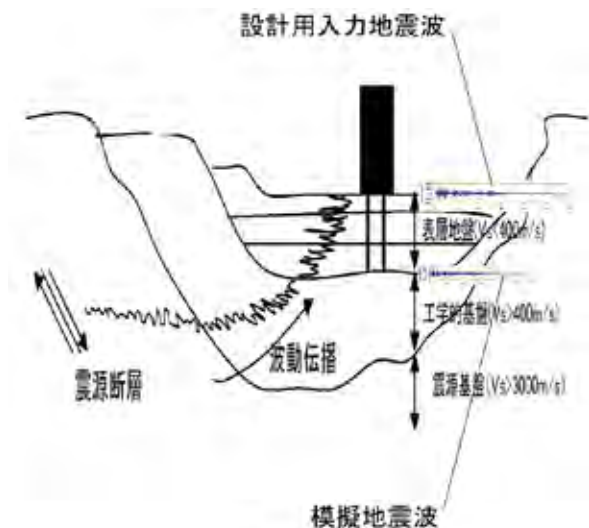

図7 地震波動伝播の模式図
設計用入力地震動の設定には、①建築基準法に定められた応答スペクトルに適合する模擬地震波を、また②建設地点の地盤特性調査に基づいた工学的基盤における応答スペクトルを設定し、それに適合する模擬地震波をそれぞれ作成します。その地震波を工学的基盤における入力地震動とし、表層地盤（工学的基盤以浅に堆積している層）の地震動の増幅特性を考慮した「設計用入力地震動（地震波）」（図7地震波動伝播の模式図参照）を算定します。